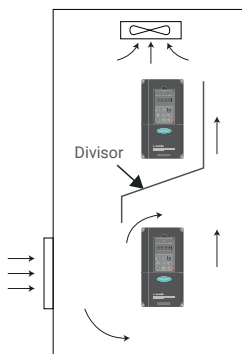

Fig.3-2 Instalación de variadores en vertical
03. Si se instalan varios equipos verticalmente en columna, es aconsejable colocar un divisor entre ellos, como se detalla en la fig. 3-2